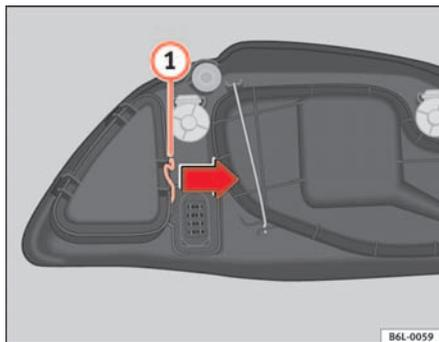

Abb. 148 Blinklicht
- Die Strebe **1** => Abb. 148 in Pfeilrichtung verschieben und den Deckel abnehmen.